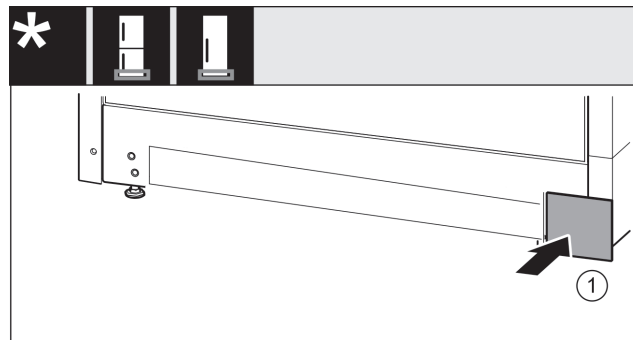

Fig. 17
- ▶ Поставете капака Fig. 17 (1) отново върху другата страна.